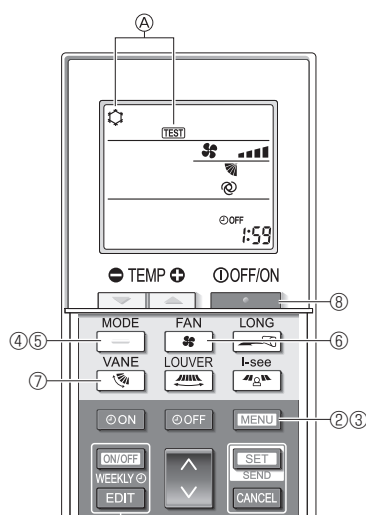

Fig. 7-5
- ① Ligue a alimentação à unidade, pelo menos, 12 horas antes do teste de funcionamento.
- ② Prima o botão **MENU** durante 5 segundos. (Fig. 7-5) (Efetue esta operação quando o visor do controlo remoto estiver desligado.)
- ③ Prima o botão **MENU**. São apresentadas a indicação **A** [TEST] (TESTE) e o modo de funcionamento em curso. (Fig. 7-5)
- ④ Prima o botão **←** para ativar o modo de arrefecimento e, em seguida, verifique se sai ar frio da unidade.
- ⑤ Prima o botão **→** para ativar o modo de aquecimento e, em seguida, verifique se sai ar quente da unidade.
- ⑥ Prima o botão **⚙** e verifique se a velocidade da ventoinha muda.
- ⑦ Prima o botão **🌀** e verifique se a palheta automática funciona corretamente.
- ⑧ Prima o botão **⏻** para parar o teste de funcionamento. (Depois de decorridas duas horas, será emitido um sinal para parar o teste de funcionamento.)